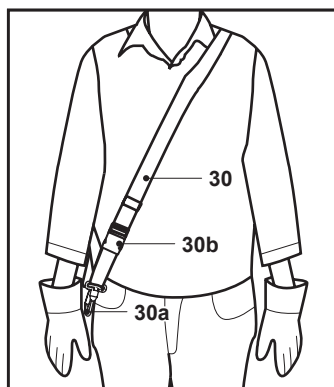

Fig. 20
1. Positionner le harnais (30) en le faisant passer sur l'épaule gauche et en diagonale sur la poitrine et dans le dos. Le clip de fixation (30a) doit être situé au niveau de la hanche droite. Le mécanisme de déblocage rapide (30b) doit se trouver à l'avant (Fig. 20).